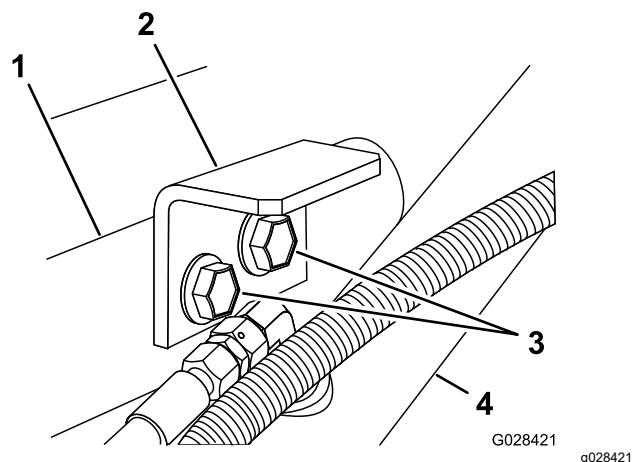

Figura 7
3. Monte los soportes de amarre en la placa de soporte y en el bastidor usando los dos pernos con arandela prensada y las contratueras con arandela prensada retirados en el paso 1 (Figura 7).